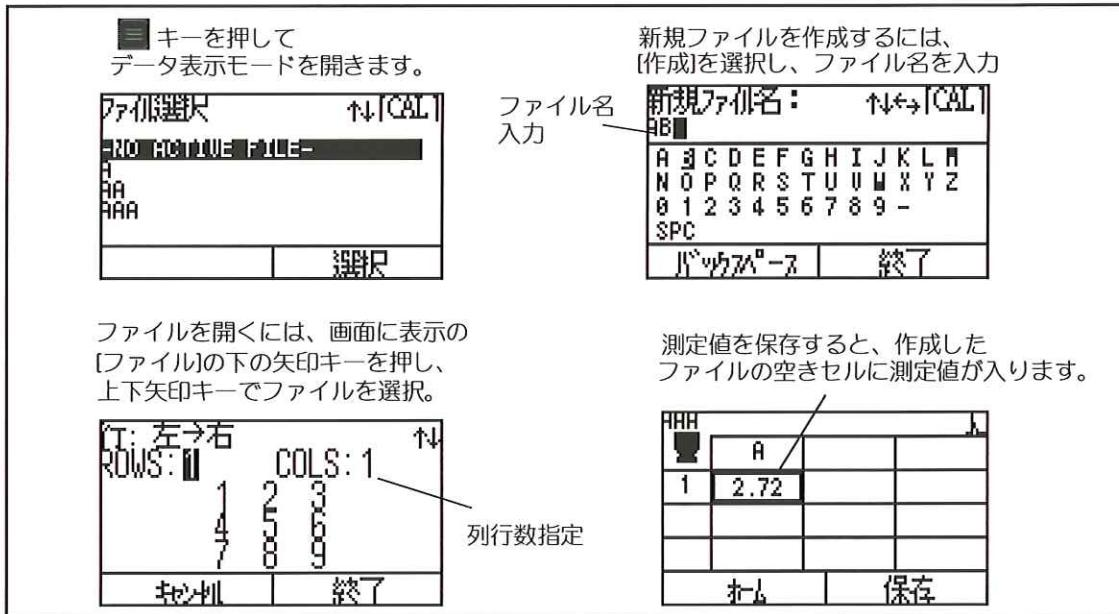

図 5: ファイル表示モード
- **ファイル表示モード**：データレコーダ（DM5E DL）の場合は、データファイルの作成と測定値の保存ができます（図 5）。DM5E の場合、ファイル表示モードはありません。データレコーダを搭載していても、設定モードでデータレコーダをオンに設定していないとファイルを表示できません。